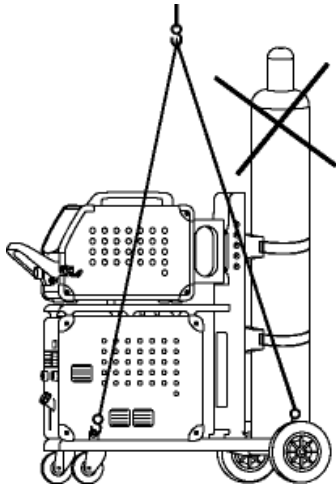

图 2：吊装说明
- 当吊装机器时，必须使用四点式吊装（见图 2），也就是说必须同时吊起焊机上的四个吊环才可吊装，不能采用其他任何方式吊装。
- 千万不能与气瓶一起吊装（见图 2、3）。图 2 中气瓶固定在焊机上，为不正确的吊装方式。